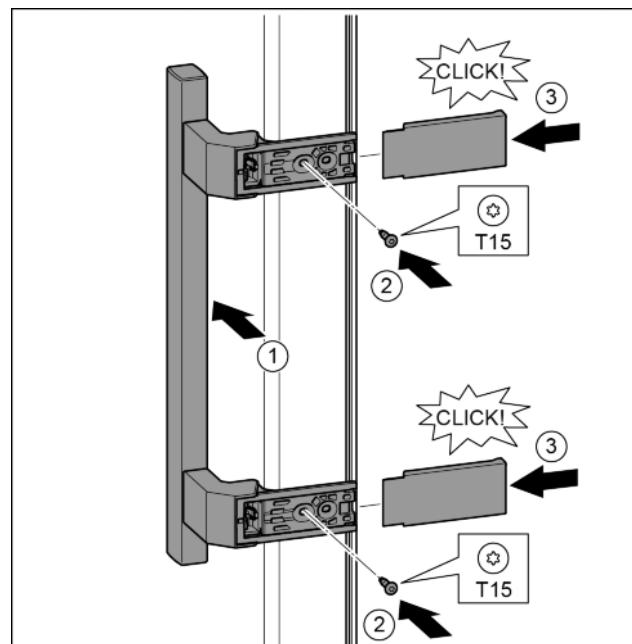

Fig. 18
- Установить ручку на противоположной стороне. Fig. 18(1)
- Затянуть винты отверткой T15. Fig. 18(2)
- Установить крышки сбоку и надвинуть. Fig. 18(3)